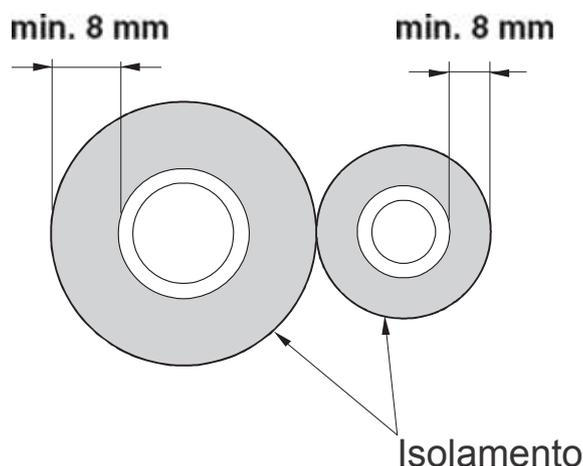

Fig. 4
- a) Applicare tubi di rame utilizzato per l'installazione di impianti di climatizzazione (1/4" e 3/8 ") con isolamento adeguato (almeno 8 mm), fig. 4, adatto per il refrigerante R417A;
c) Tagliare i tubi di lunghezza desiderata con lo strumento idoneo evitando la formazione di bave e distorsioni. Il taglio deve essere perpendicolare all'asse del tubo (Fig. 4);